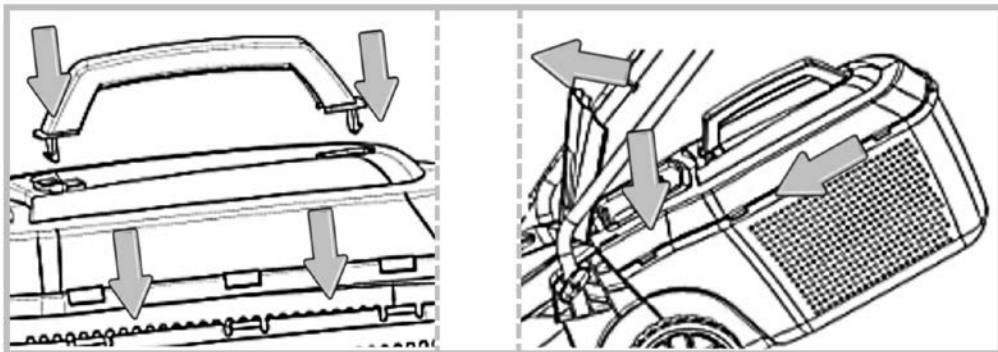

Рисунок 7
3.4.1 Для моделі **MLM-3230** (дивіться рисунок 7):